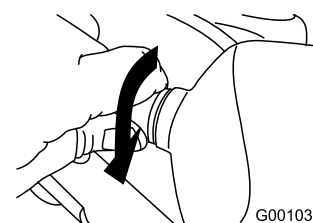

Figure 56
5. Tournez l'embase de l'ampoule dans le sens horaire jusqu'à ce qu'elle soit bien vissée (Figure 56).